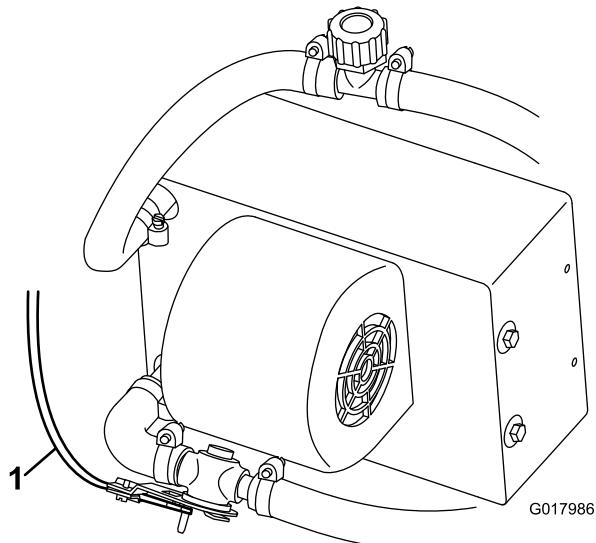

Figura 18
- 8. Posate e collegate il cavo del comando del riscaldatore alla valvola del riscaldatore (Figura 18).